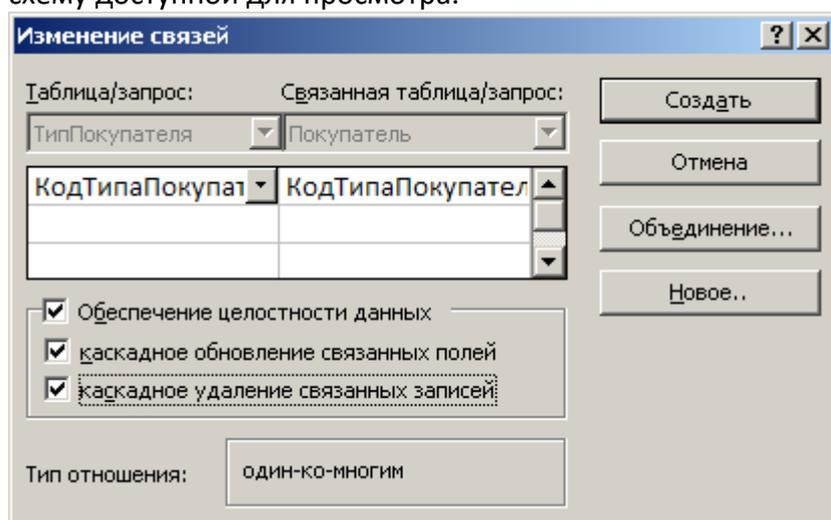

Рис.2. Целостность данных
- При установлении связей желательно включать поддержку целостности данных (рис.2).